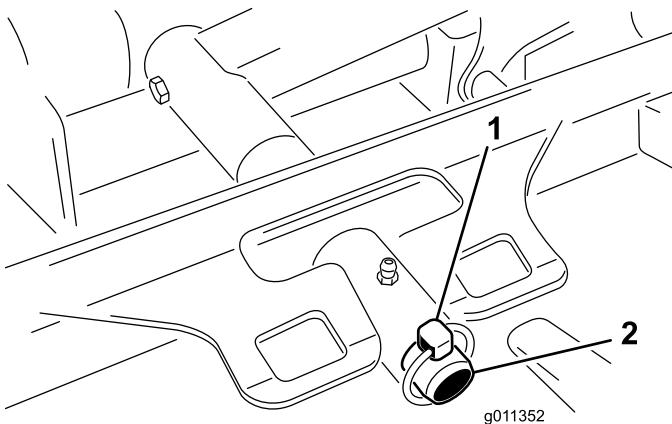

図 11
3. デッキのキャリア・フレームを昇降アームのピボット・ピンに固定しているリンチ・ピンGM4700の場合はリテーナ・ナットを外す図 11。
3. デッキのキャリアフレームを昇降アームのピボット・ピンにセットする。リンチピンまたはリテーナナットGM 4700の場合で固定する図 11。